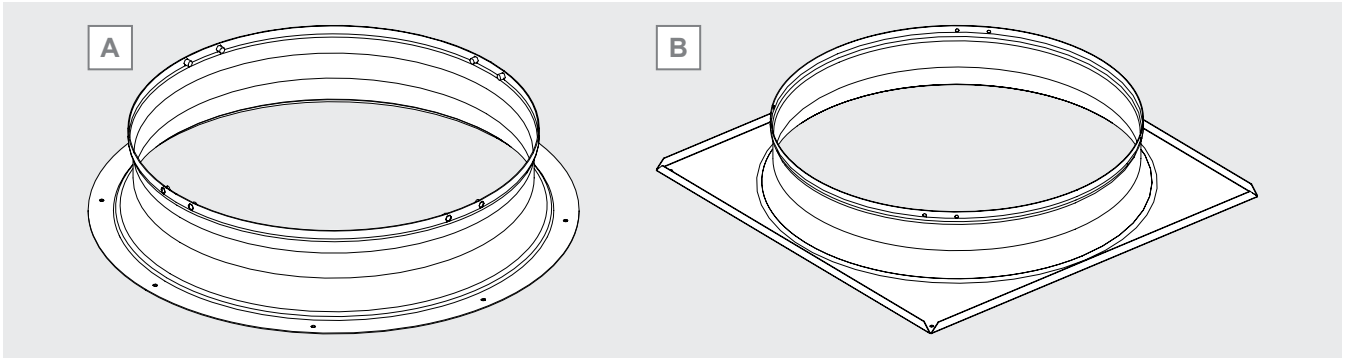

Figura 7
- boccaglio con base circolare, si veda la Figura 7 A.
- boccaglio con base quadrata, si veda la Figura 7 B.